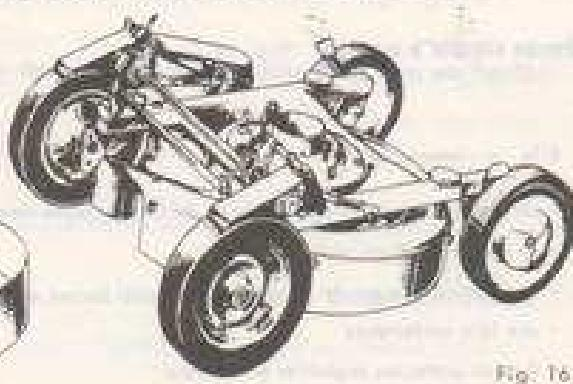

Fig. 16
- La tondeuse automotrice (fig. 16) qui peut, comme le modèle normal, être utilisée en tondeuse et en fauchage des herbes hautes.
- D'un levier (8) fixé sur chaque roue pour permettre le réglage de la hauteur de coupe de 30 à 60 mm en 4 positions.
- D'une ceinture (9) amovible en tôle se fixant sur le carter de lame par 3 vis.
- D'une lame de coupe soufflante de 50 cm pour la tonte du gazon (10), avec sac ou bac ramasseur.
- D'une lame spéciale pour herbes hautes (11), ou tonte du gazon sans sac ou bac ramasseur.
a) Tondeuse automotrice (Fig. 16)